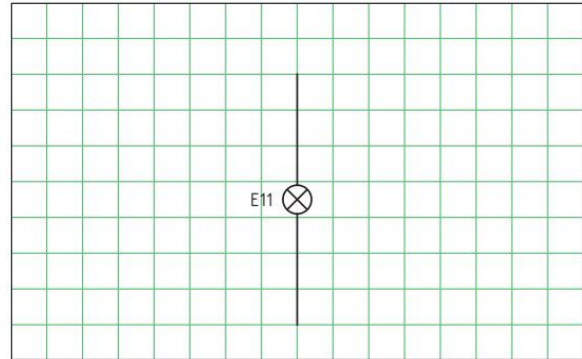
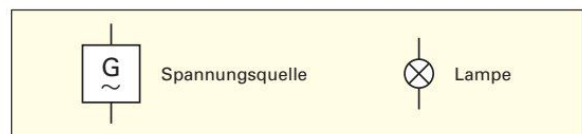

Bild 1: Lampenstromkreis Raum 1
Bild 2: Schaltzeichen
1. Zeichnen Sie (**Bild 1**) für den Lampenstromkreis in Raum 1 den elektrischen Schaltplan mit den angegebenen Schaltzeichen (**Bild 2**), bestehend aus Energiequelle (Spannungsquelle), Hin- und Rückleitung, Energiewandler (Lampe).
3. Tragen Sie im Schaltplan (**Bild 1**) die Gesamtspannung U_{ges} , die Teilspannungen U_{11} und U_{12} an den Lampen, den Gesamtstrom I_{ges} und die Teilströme I_{11} und I_{12} durch die Lampen mit Bezeichnungen und Pfeilen ein.
4. Vergleichen Sie in dem dargestellten Stromkreis (**Bild 1**) die Gesamtspannung mit den Teilspannungen. Welche Aussage können Sie über die Spannungen machen? Geben Sie einen Satz und eine Formel an.
5. Vergleichen Sie in dem dargestellten Stromkreis (**Bild 1**) den Gesamtstrom mit den Teilströmen. Welche Aussage können Sie über Gesamtstrom und Teilströme machen? Geben Sie einen Satz und eine Formel an.